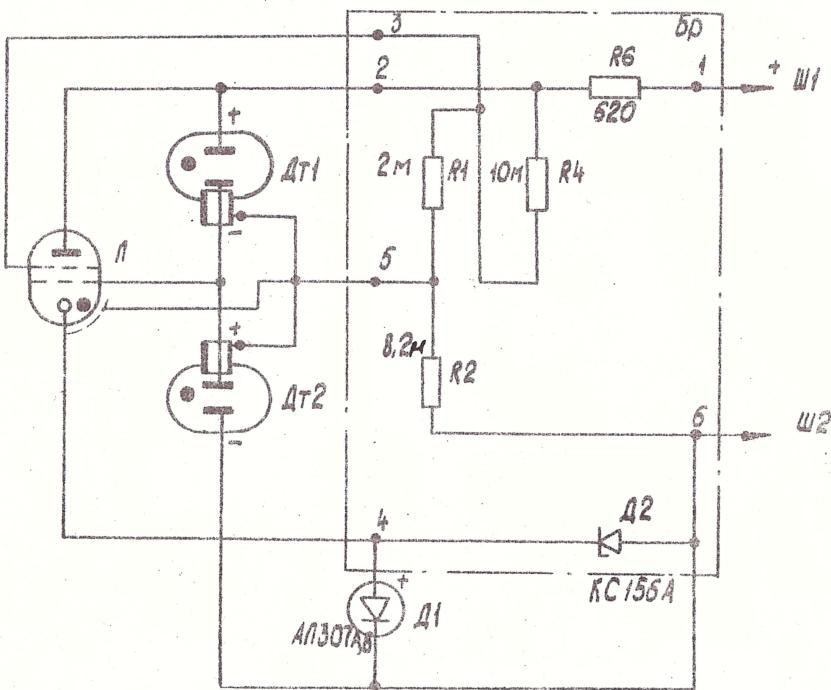

Рис.2 Схема электрическая принципиальная
5.2. Схема электрическая принципиальная извещателя представлена на рис. 2 приложения 2.